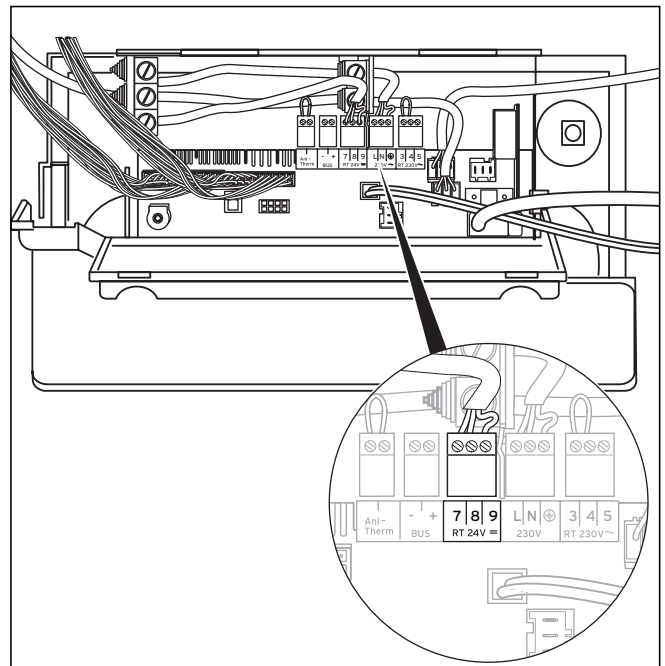

Abb. 5.14 Anschluss der Regelgeräte und Zubehör
- Schließen Sie die Anschlusskabel entsprechend Abb. 5.14 an die entsprechenden ProE-Stecker bzw. Steckplätze der Elektronik an.